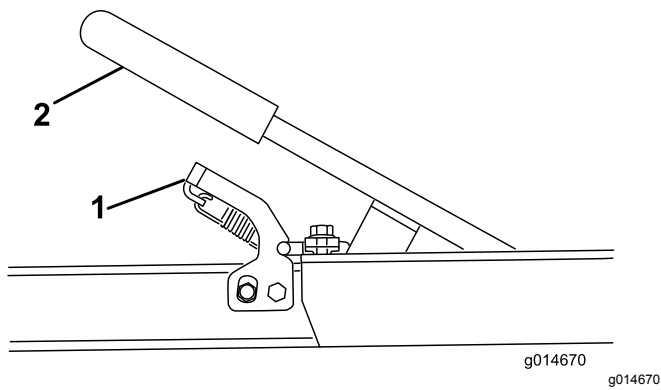

図 11
1. トレーラの荷台を確保した状態でハンドルを持ち、ラッチアセンブリと昇降ハンドルを押し下げる 図 11。トレーラの床面を地表まで降下させる。
7. ハンドルを押し下げて、トレーラアセンブリをラッチアセンブリにロックする図 11。